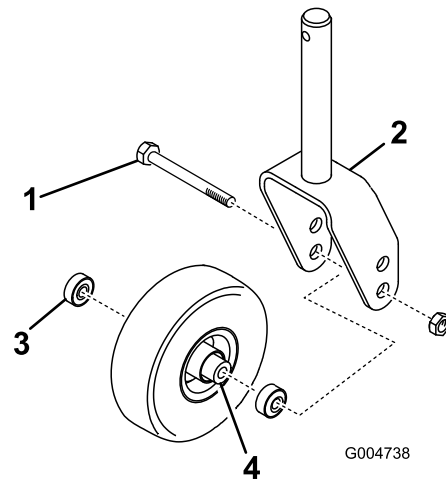
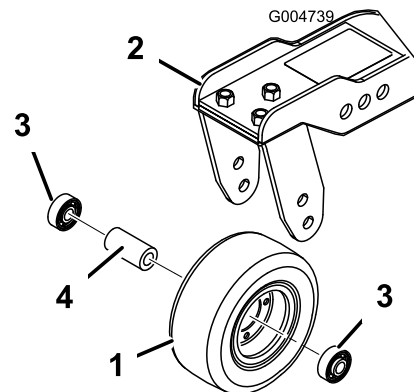

Bild 94
Bild 95
1. Entfernen Sie die Sicherungsmutter von der Schraube, mit der das Laufrad zwischen der Laufradgabel (Bild 94) oder dem Laufradgelenkarm (Bild 95) befestigt ist.
2. Entfernen Sie das Lager aus der Radnabe und lassen das Lagerdistanzstück herausfallen (Bild 94 und Bild 95).